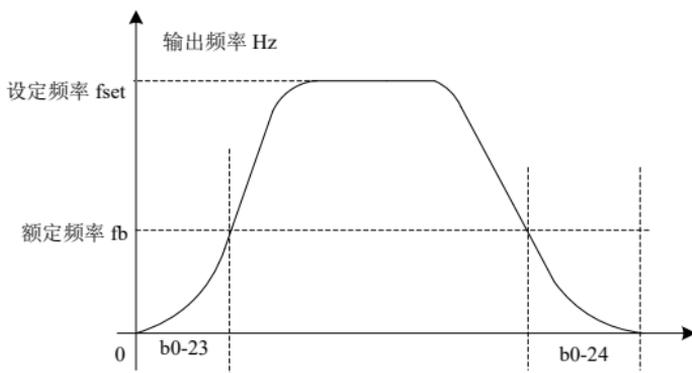

图 5-2 S 曲线加减速 B 示意图
**2: S 曲线加减速 B:** 在该 S 曲线加减速 B 中,电机额定频率  $f_b$  总是 S 曲线的拐点。一般用于在额定频率以上的高速区域需要快速加减速的场合。如图 5-2 所示。